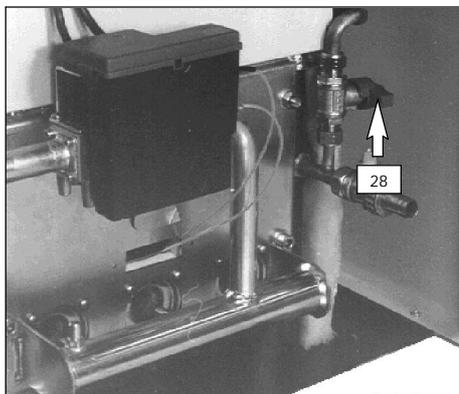
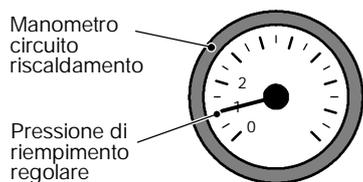

fig. 4.3
fig. 4.4
- 9 Aprire lentamente il rubinetto di riempimento (28 in fig. 4.3) del circuito di riscaldamento.
- 11 Riempire il circuito di riscaldamento fino a portare l'indicazione del manometro (42) come in fig. 4.4 quindi chiudere il rubinetto di riempimento (28 in fig. 4.3).
- 16 Completare il riempimento fino a portare l'indicazione del manometro (42) come in fig. 4.4